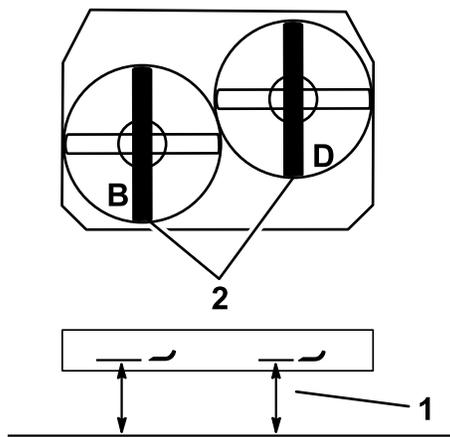

Bild 81
- Messen Sie das linke Messer an der Stelle **B** von einer ebenen Oberfläche bis zur Schnittkante der Messerspitze und notieren Sie den Wert (Bild 81).
- Messen Sie das rechte Messer an der Stelle **D** von einer ebenen Oberfläche bis zur Schnittkante der Messerspitze und notieren Sie den Wert (Bild 81).
Hinweis: Der Wert an der Stelle **B** darf sich höchstens 3 mm vom Wert an Stelle **D** unterscheiden (Bild 81). Sollte die Einstellung nicht richtig sein, machen Sie mit den folgenden Schritten weiter.